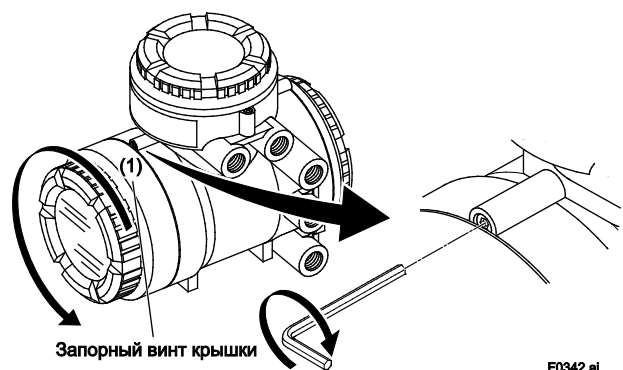

Рисунок 3.6.2 Снятие крышки индикатора (вынесенный преобразователь AXG4A)
(1) Снятие крышки
- Освободите запорный винт крышки (1) (см. Рис 3.6.1 и Рис. 3.6.2), поворачивая его по часовой стрелке шестигранным гаечным ключом, чтобы разблокировать крышку. При доставке с завода-изготовителя крышка заблокирована. Держите расходомер в руке, вращая крышку, вращая ее против часовой стрелки.
(3) Установка крышки
- Чтобы зафиксировать крышку, закрепите ее с помощью запорного винта крышки (1) (см. Рис 3.6.1 и Рис. 3.6.2), поворачивая его против часовой стрелки шестигранным гаечным ключом (с номинальным размером 3).